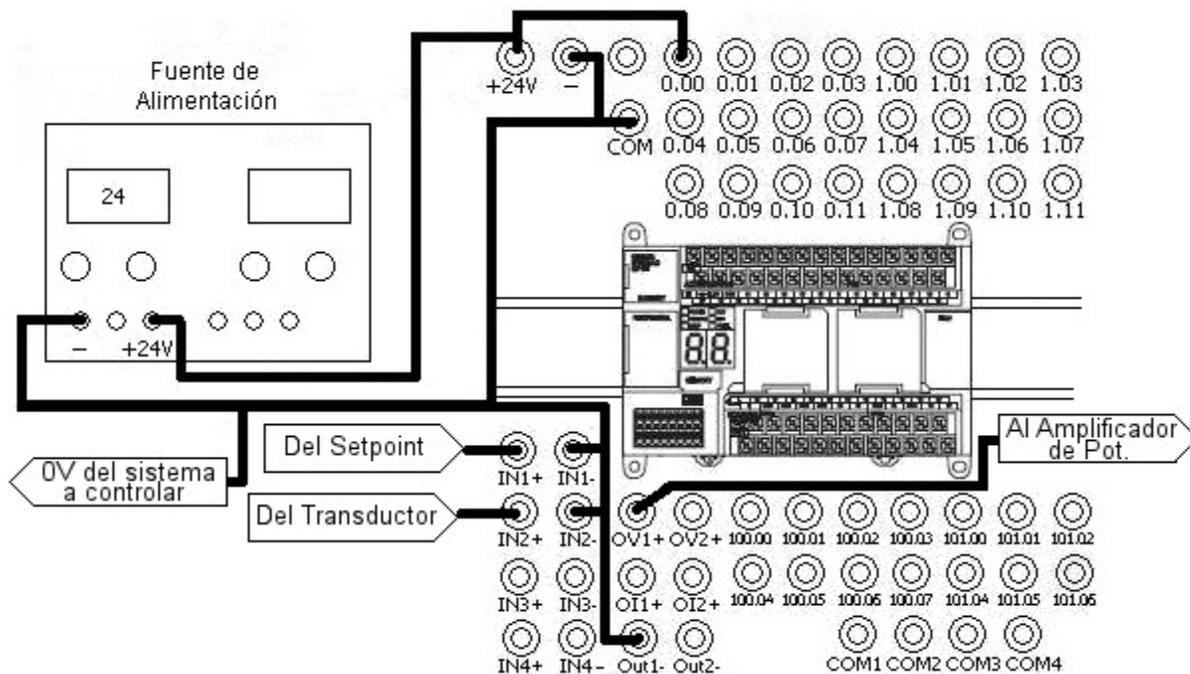
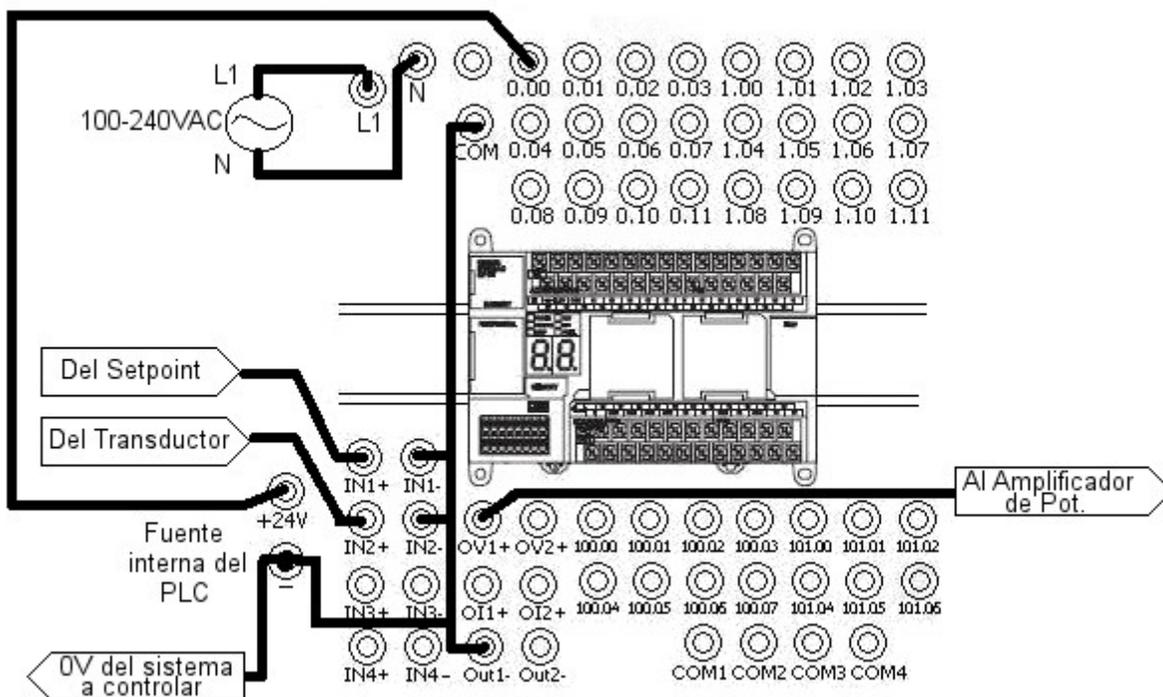

Figura 21. Conexión de PLC con alimentación de +24VDC.
Figura 22. Conexión de PLC con alimentación de 100-240 VAC.
10. **⚠** Dependiendo del tipo de alimentación que requiere su PLC, **sin energizar el sistema aún.** realice las conexiones que se muestran en la Figura 21 o Figura 22, las conexiones del setpoint, transductor y amplificador de potencia se realizarán mas adelante.